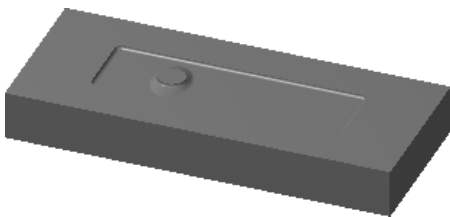

图 7.2 零件模型
Step1. 打开模型。选择文件 D:\mcx6.11\work\ch07\STAPLER_PAD_MOLD.MCX-6，系统进入加工环境，此时零件模型如图 7.2 所示。